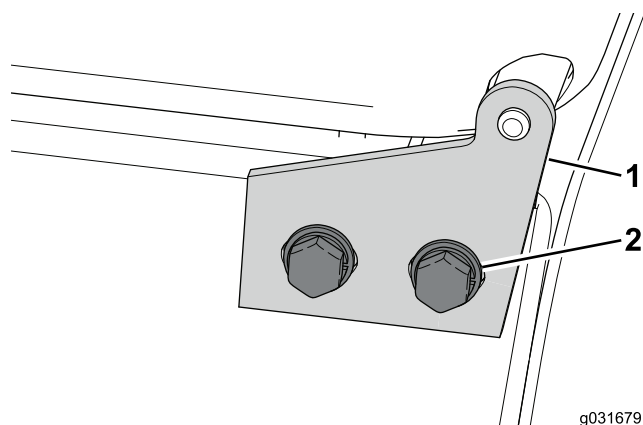

Figura 59
1. Afloje los 4 pernos que sujetan el capó a la bisagra del capó (Figura 59).